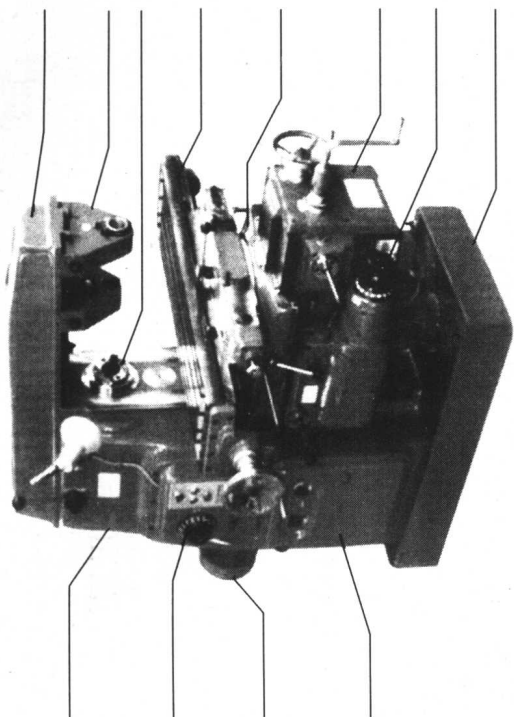

图 1-1-3
4. 图 1-1-3 所示为 X6132 型铣床的外形结构, 请填写出各部的名称。